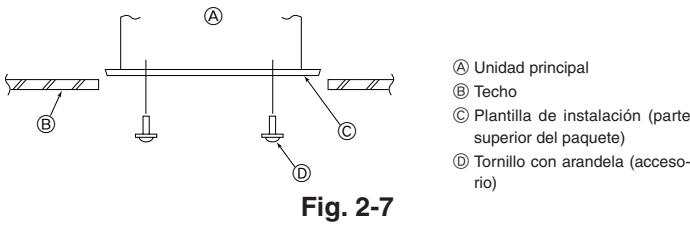

Fig. 2-7
2.6. Confirmación de la posición de la unidad principal y apriete de los tornillos de sujeción (Fig. 2-7)